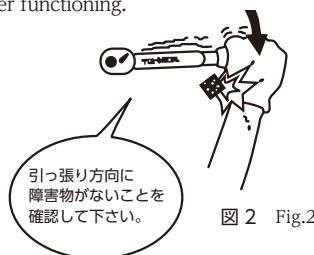

図2 Fig.2
- 狭い所での締付け作業では手やひじに注意して下さい。(図2)